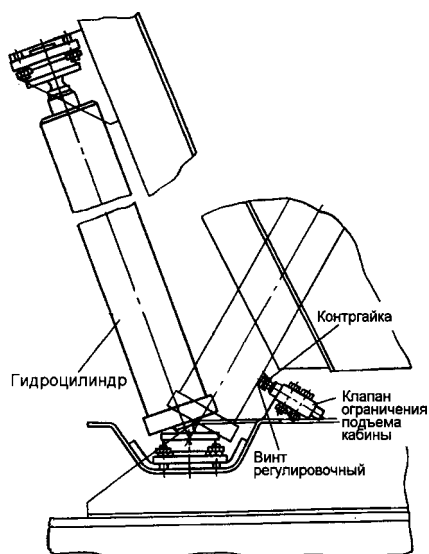

Рис. 263. Регулировка механизма подъема платформы самосвала
Проверьте состояние и правильность регулирования клапана ограничения подъема платформы (см. рис. 263). Клапан должен быть надежно закреплен на кронштейне поперечины надрамника. Регулировочный винт должен быть застопорен контргайкой. Не допускайте искривления штока клапана, течи масла из-под уплотнения штока и по резьбовым соединениям трубопроводов. При правильно отрегулированном угле подъема платформы стопорные пальцы (рис. 269) платформы свободно должны входить в отверстия в кронштейнах надрамника. Не допускайте эксплуатации автомобиля с нарушенной регулировкой угла подъема платформы.
- отверните контргайку (см. рис. 263) регулировочного винта;